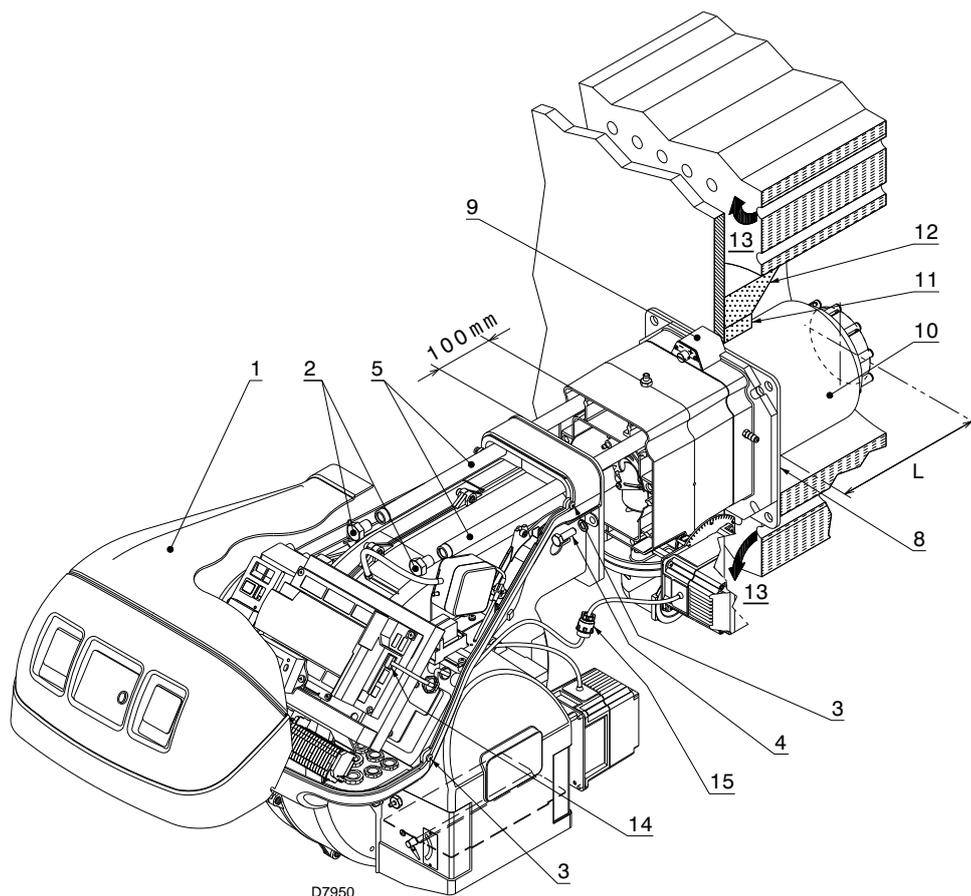

Fig. 13
Seleccionar la longitud del tubo de llama 10) (Fig. 13) en base a las indicaciones del fabricante de la caldera; tener en cuenta que siempre debe ser mayor que el espesor de la puerta de la caldera más el material refractario.
Las longitudes L) (Fig. 13) disponibles son:
Separar el cabezal de combustión del resto del quemador, Fig. 13. Para lograr esto proceder de la siguiente manera:
Después de esta eventual operación, fijar la brida 9) (Fig. 13) a la placa de la caldera, interponiendo la junta aislante 8) suministrada en dotación.
- volver a montar el quemador en las guías 3) (Fig. 13) aproximadamente a 100 mm del manguito 4);
- conectar el conector macho del servomotor 14) (Fig. 13) y enroscar el anillo pasacable 15);